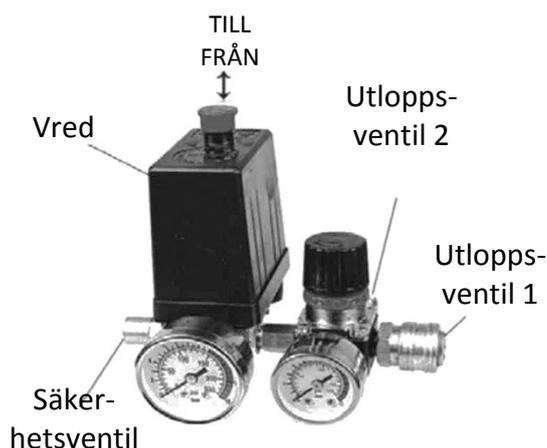

Fig. 2
4. Öppna utloppsventilen, ställ tryckströmställarens vred i läge TILL (Fig. 2). Låt kompressorn arbeta obelastad i 10 minuter för att säkerställa smörjning av de rörliga delarna innan den tas i normalt bruk.